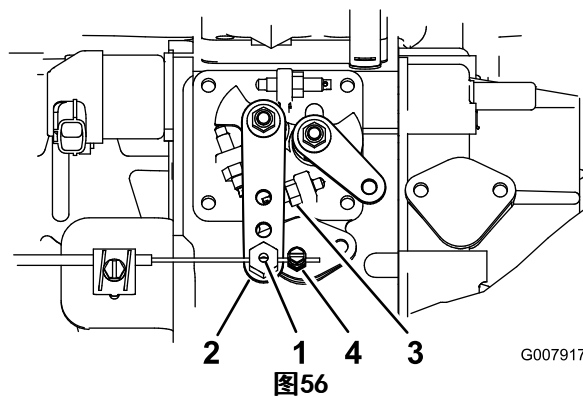

图56
2. 拧松油门拉线接头，接头位于油门拉线上靠近喷射泵控制杆的地方（图56）。
3. 将喷射泵控制杆臂固定到高怠速限位螺栓（图56）上。